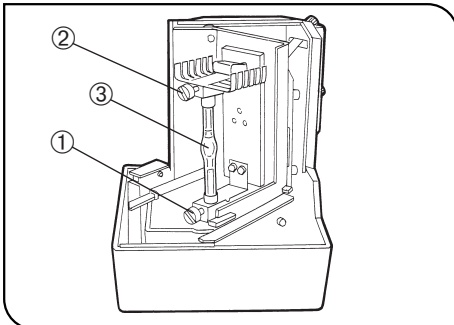

Abb. 5
(Abb. 5 - 8)
1. Für den Transport die Halterung des Brenners durch Lösen der entsprechenden Feststellschrauben ① und ② entfernen (Abb. 5). (Zum Auswechseln des Brenners auch den alten Brenner entfernen.)
2. Einen Quecksilberbrenner ③ mit dem Plus-Pol nach unten einsetzen, und den Plus-Pol mit der Schraube ① befestigen. Anschließend die Schraube ② des Minus-Pols lösen, den Minus-Pol (mit UP gekennzeichnet) des Brenners in die dafür vorgesehene seitliche Öffnung der Lampenfassung einführen und mit der Feststellschraube ② gut befestigen.